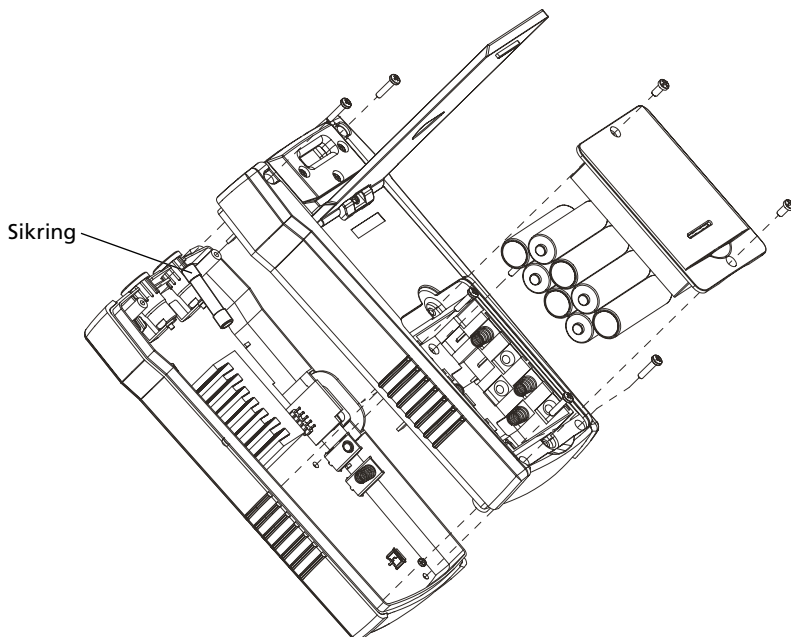

Fig. 5.2: Udskiftning af sikring i senderen
6. Tag bagdækslet af ved at trække det opad (Fig. 5.2).